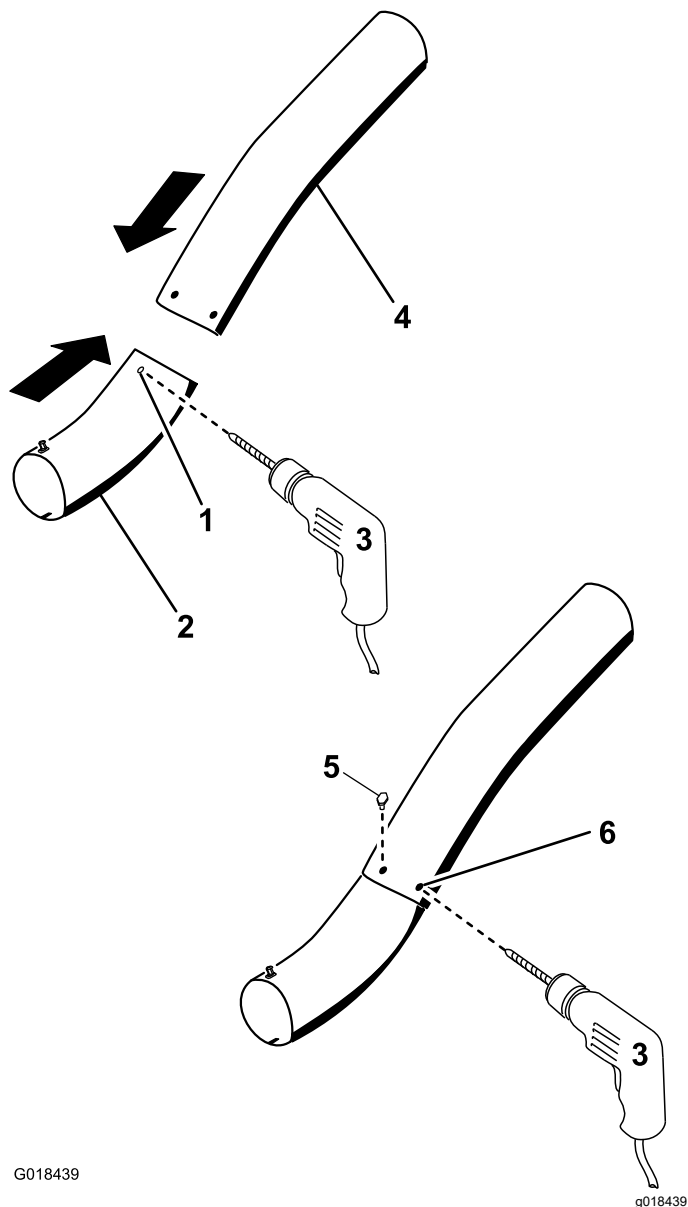

Figure 32
12. En vous servant des trous existants du tube supérieur comme guide, percez 2 trous de 6,5 mm dans les creux du tube inférieur (Figure 32).
15. Placez les rondelles ($\frac{1}{4}$ ") sur les boulons (Figure 32).
16. À l'aide d'une clé hexagonale, placez les vis ($\frac{1}{4}$ " x $\frac{3}{4}$ ") et les rondelles ($\frac{1}{4}$ ") depuis l'intérieur du tube inférieur dans les trous existants du tube supérieur (Figure 32).
17. Fixez les tubes ensemble au moyen des écrous ($\frac{1}{4}$ "), comme montré à la Figure 32.